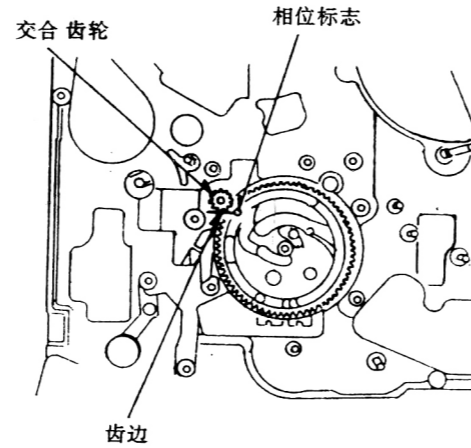

图 1-3-22
2. 安装交合齿轮,是为了使其齿边与凸轮轴齿轮的齿边很好地吻合,参见图 1-3-22。